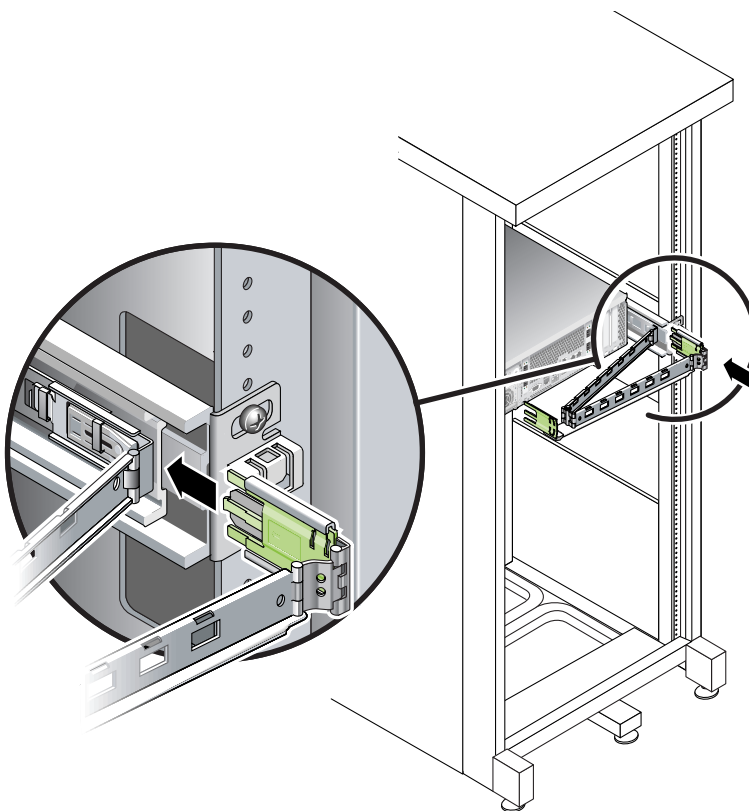

FIGURA 2-20 Sujeción del conector CMA exterior
3. Inserte la extensión más grande en el extremo de la guía deslizante derecha (FIGURA 2-20).